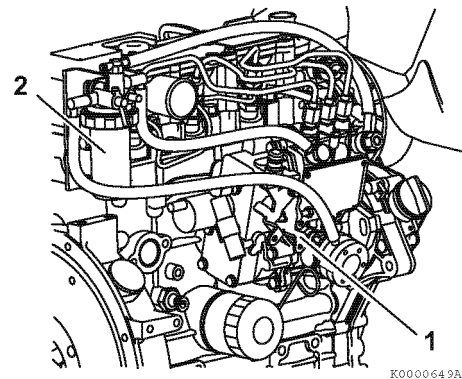

Рисунок 2
1. Нажмите несколько раз на рычаг ручной подкачки (Рисунок 2, (1)), чтобы топливо заполнило чашку топливного фильтра (Рисунок 2, (2)).